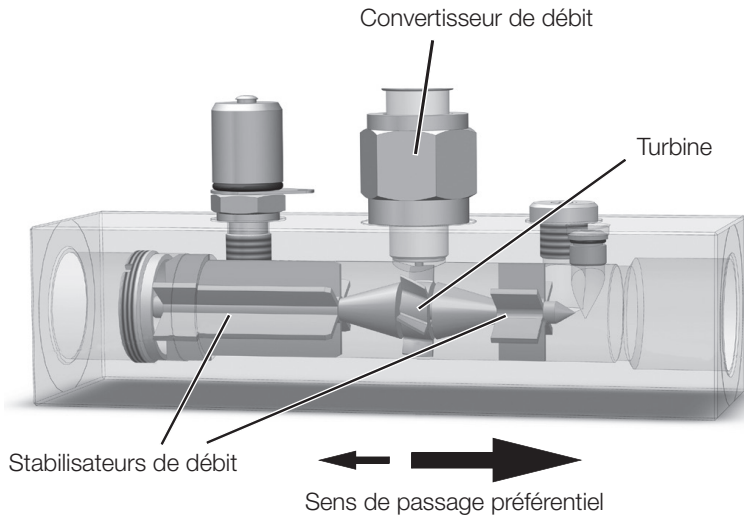

Fig. 2: Structure et fonctionnement
-  Ne jamais dévisser le convertisseur de débit ( Fig. 2 à la page 110) du boîtier !
- ▶ Ne jamais faire pivoter le convertisseur de débit (📖 Fig. 2 à la page 110) ni le dévisser du boîtier !